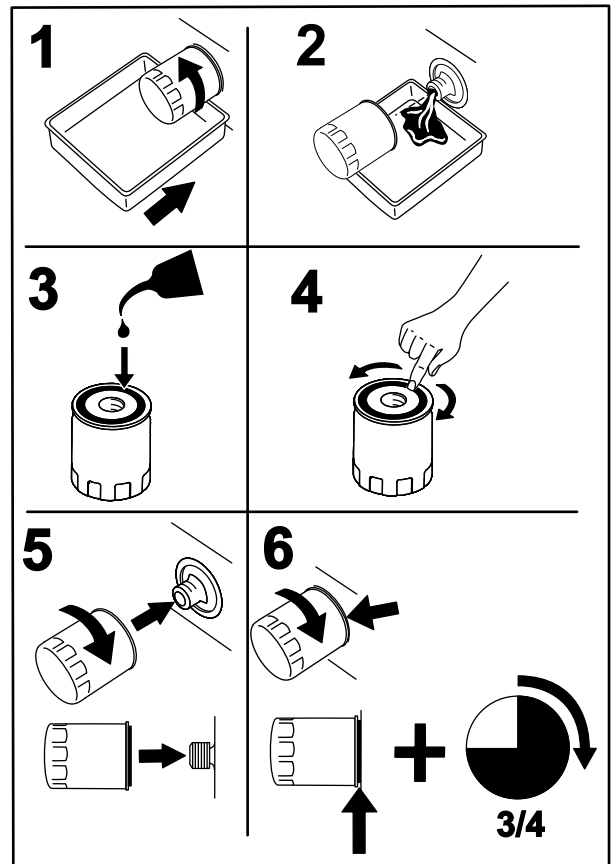

Figura 41
- Sustituya el filtro de aceite del motor (Figura 41).